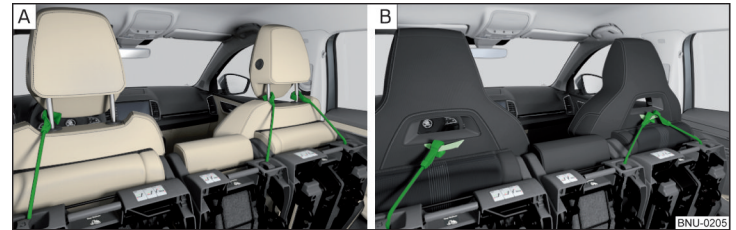

Abb. 91 Hochgeklappte Sitze verriegeln
- Hochgeklappte Sitze mit dem Befestigungsgurt an der Führungsstange der Kopfstütze vorn verriegeln » Abb. 91 - **A**.
- Bei Sitzen mit integrierter Kopfstütze den Gurt an der Schlaufe an der Rückseite der Sitzlehne befestigen » Abb. 91 - **B**.